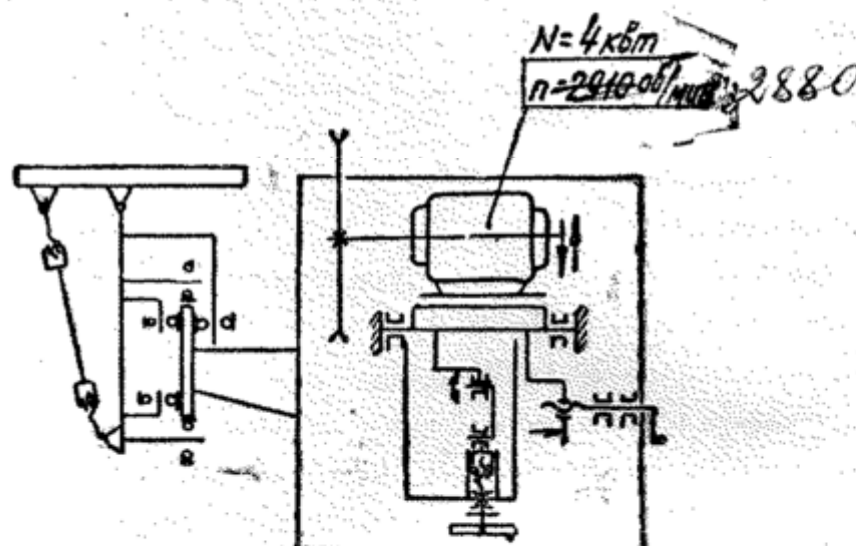

Рис. 5. Схема кинематическая
1.3.4. Схема кинематическая (рис. 5)